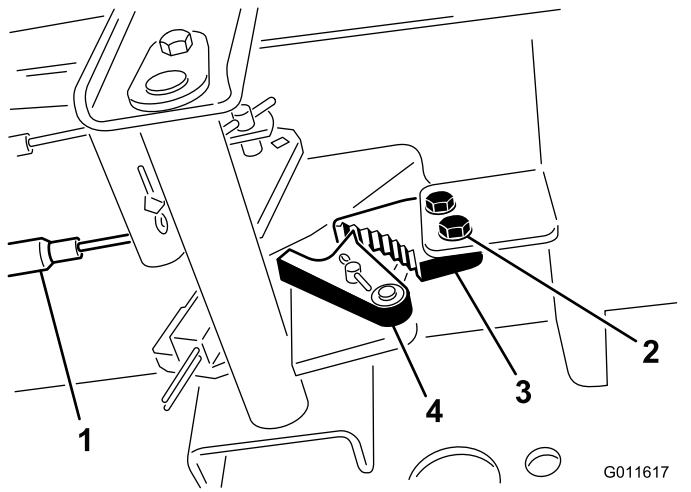

図 140
2. 駐車ブレーキのツメをフレームに固定しているねじ2本をゆるめる **図 140**。
3. ブレーキのツメが戻り止めに完全に掛かるまで駐車ブレーキペダルを前に踏み込む 図 140。